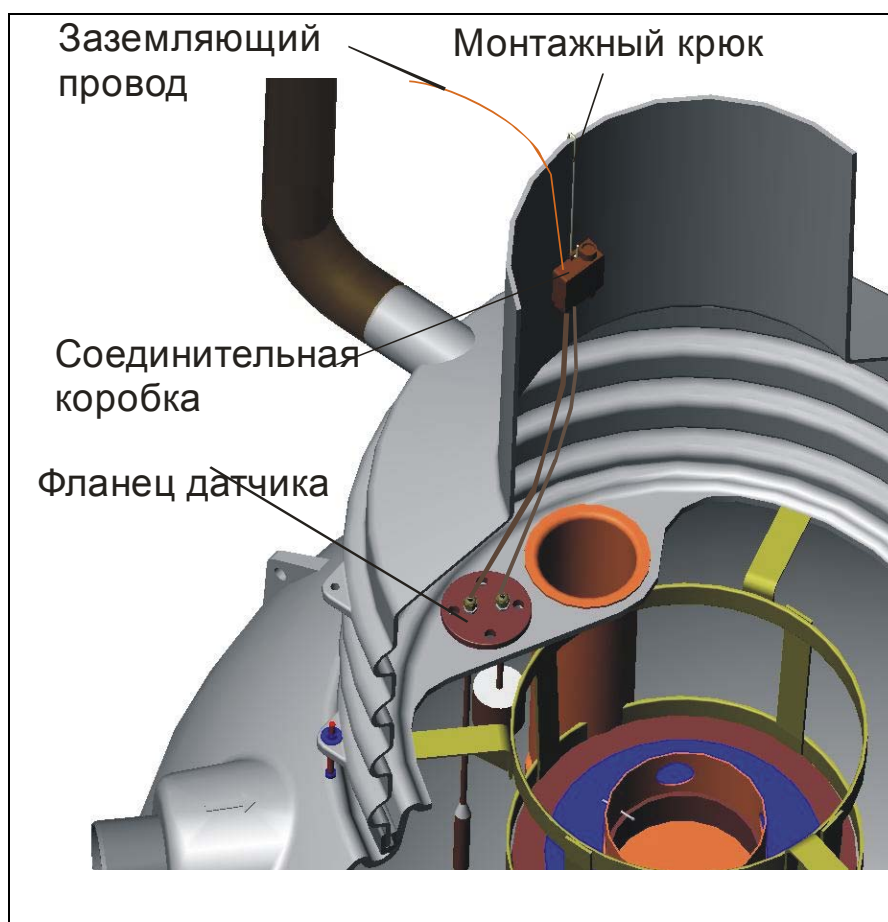

Рис. 4 Установка соединительной коробки и датчиков в техколодец.
5. Фланец с датчиком устанавливается в специальное отверстие расположенное на горловине техколодца (Рис. 4). На горловине бензомаслоотделителя имеются два отверстия: в отверстие с большим диаметром устанавливается разгрузочная труба, а в отверстие меньшим диаметром предназначена для фланца датчиков. На горловине пескоотделителя только одно отверстие для фланца фиксации датчика. Фланец не нужно закреплять. Датчики, закрепленные на монтажном фланце при помощи кабеля, опускаются в отделитель. Датчики подсоединены к соединительной коробке. Соединительная коробка крепится на техколодце отделителя (между горловиной техколодца и крышкой) при помощи монтажного крюка (Рис. 4). Высота кабелей датчиков отрегулирована на заводе.